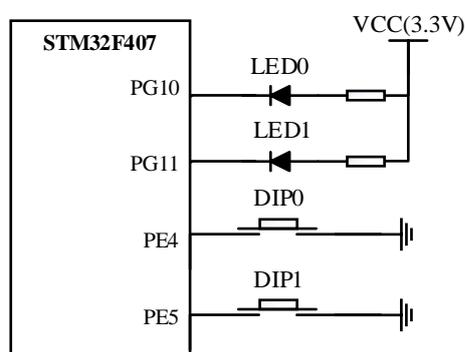

图 3 实验箱的 I/O 引脚连接示意图
- (1) 简述 GPIO\_Configuration 函数对 IO 接口配置的步骤。
- (2) 分析该程序，LED 分别连接在哪些 IO 引脚上？请画出一个简明硬件连线图；根据此连线图，当引脚输出高电平时，是点亮还是熄灭 LED？
- (3) 分析循环点亮 LED 代码，补充相应的注释①②。
- (4) 可以用定时器实现精确循环（点亮）功能。已知系统时钟为 72MHz，采用定时器 TIM2 产生周期为 500ms 的定时时间间隔（控制 LED 的亮灭）。请简述定时器配置的主要步骤，并补充完整定时函数的空余部分③④。
46、在实验所用 STM32F407 实验箱上用拨动开关 DIP0/DIP1 控制 LED0/LED1 亮灭。硬件连接如图 3 所示。拟设计的程序功能为：拨动开关 DIP0/DIP1 由不接地（PE4==1/PE5==1）拨动至接地（PE4==0/PE5==0）时，触发中断来实现 LED0 和 LED1 亮灭切换。部分代码如附录 2 所示。请结合课程知识，分析附录 1 代码，回答以下问题。